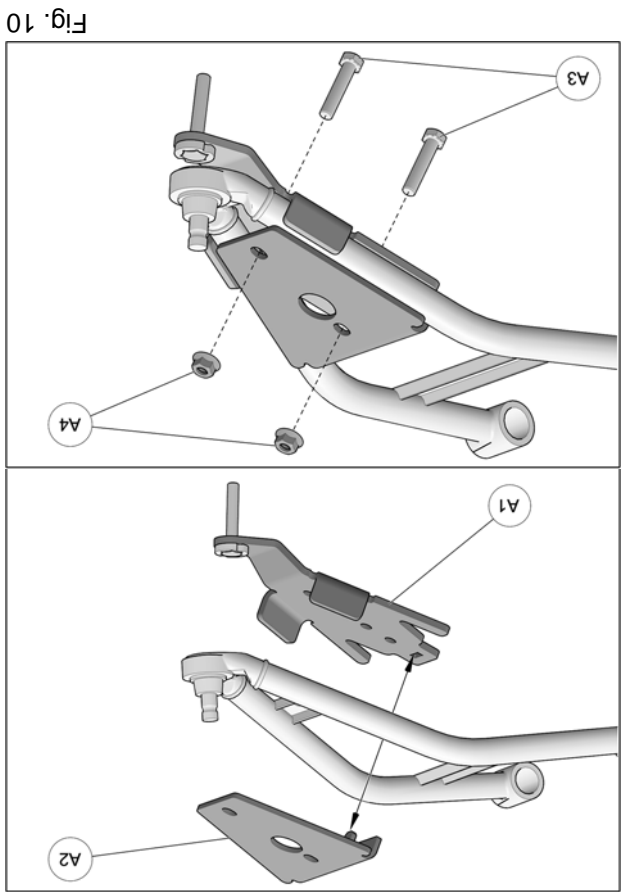

Fig. 10
5. Positionner la partie inférieure de l'ancrage anti-rotation (A1) sous le bras de suspension inférieur. Positionner la partie supérieure (A2) au-dessus du bras de suspension de façon à ce que le trou de la partie supérieure s'aligne avec celui au milieu de la partie inférieure. Insérer les boulons M10x50mm (A3) par le dessous de l'ancrage. Assembler les deux parties avec les écrous (A4) fournis. Serrer l'assemblage à un couple de 50 N•m [37 lb•pi]. Voir la Fig. 10